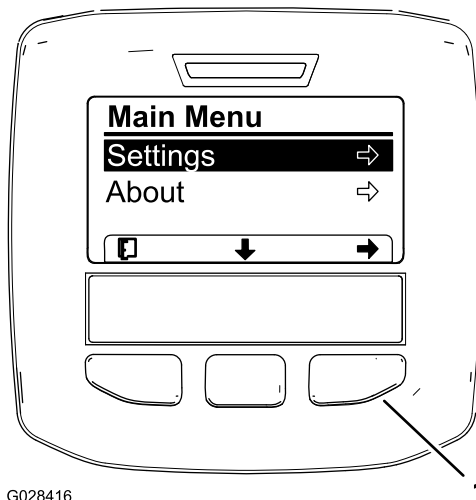
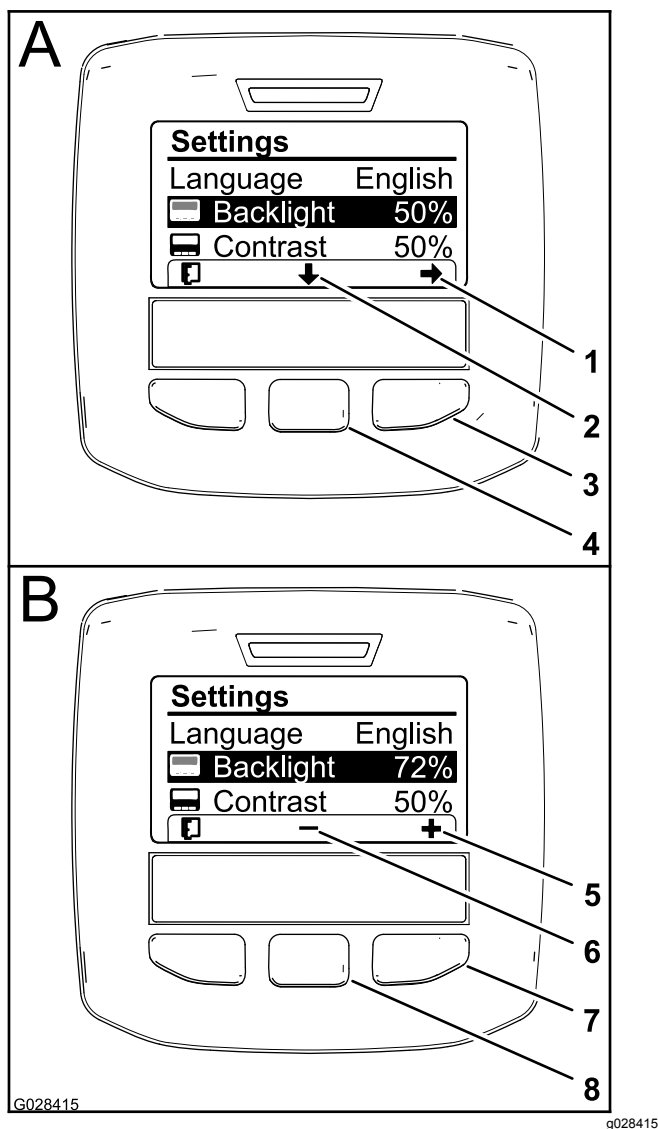

Рисунок 62
Рисунок 64
3. Нажмите среднюю кнопку выбора, чтобы получить доступ к главному меню (Рисунок 62).
2. Чтобы изменить уровень подсветки дисплея, нажмите среднюю кнопку выбора (кнопка под стрелкой вниз на дисплее), чтобы выбрать настройку Backlight (Подсветка) (Рисунок 64).
5. Нажмите левую кнопку выбора, чтобы сохранить выбранный вариант, выйти из меню Settings (Настройки) и возвратиться в Main Menu (Главное меню). (Рисунок 62).
3. Нажмите правую кнопку выбора, чтобы вывести на дисплей параметр для изменения величины (Рисунок 64).
4. С помощью средней и правой кнопок выбора измените уровень яркости дисплея (Рисунок 64).
5. Нажмите левую кнопку выбора (кнопка под значком списка на дисплее), чтобы сохранить выбранный вариант, выйдите из меню Backlight (Подсветка) и вернитесь в меню Settings (Настройки) (Рисунок 64).
6. Чтобы изменить уровень контрастности дисплея, нажмите среднюю кнопку (кнопка под значком «стрелка вниз» на дисплее), чтобы выбрать настройку Contrast (Контрастность) (Рисунок 64).
7. Нажмите правую кнопку выбора, чтобы вывести на дисплей параметр для изменения величины (Рисунок 64).
8. Нажмите левую кнопку выбора (кнопки под значком «список» на дисплее), чтобы сохранить выбранный вариант, выйти из меню Contrast (Контрастность) и возвратиться в меню Settings (Настройки) (Рисунок 64).
9. Нажмите левую кнопку выбора, чтобы выйти из меню Settings (Настройки) и возвратиться в Main Menu (Главное меню) (Рисунок 62 и Рисунок 64).
10. Нажмите левую кнопку выбора для возврата на главную страницу (Рисунок 64).